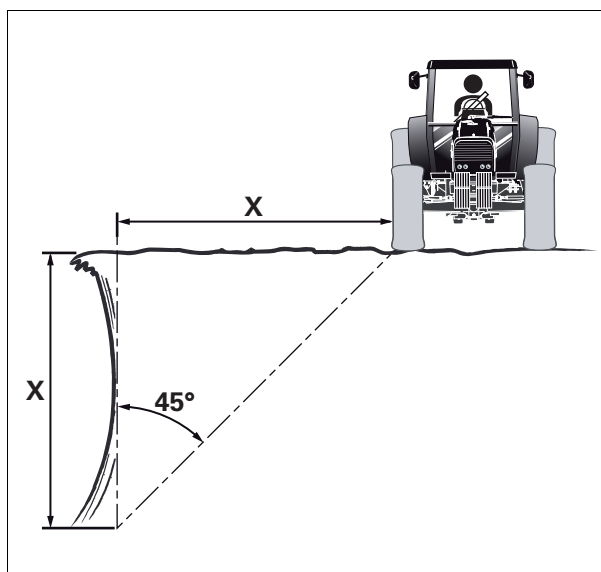

Fig. 4.
- No se debe trabajar cerca del borde de riberas o taludes, pues puede haber riesgo de que se produzca un derrumbamiento. El tractor debe estar siempre a una distancia del borde que sea igual o superior a la altura de la ribera o del talud fig. 4.